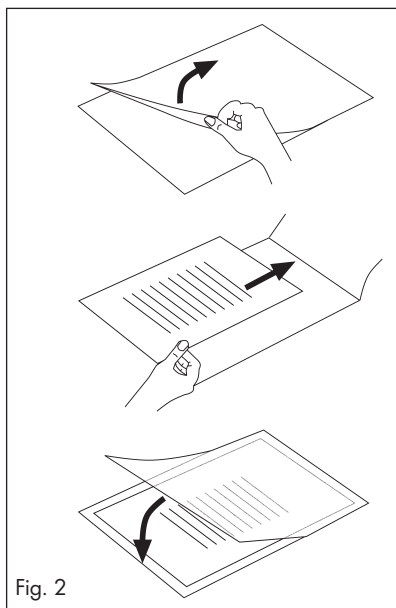

Fig. 2
-  Asigurați-vă că folosiți o folie pentru laminare. Ridicați-o puțin înainte, după cum este prezentat ca exemplu în fig. 2.